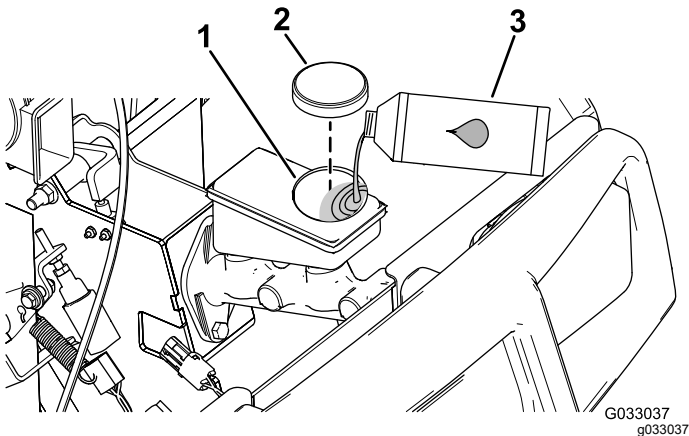

Bild 68
4. Öffnen Sie die Motorhaube, um an den Hauptbremszylinder und den Behälter zu gelangen (Bild 68).
- A. Reinigen Sie den Bereich um den Behälterdeckel und nehmen den Deckel ab (Bild 68).
- C. Schrauben Sie den Behälterdeckel wieder auf (Bild 68).